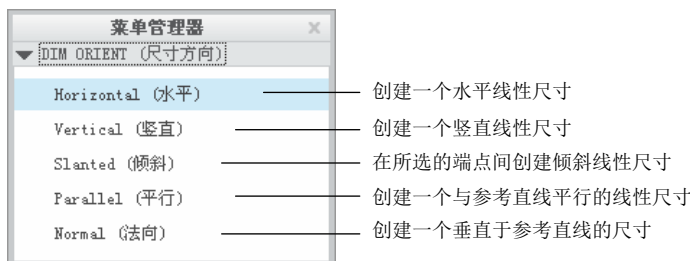

图 10.5.5 “尺寸方向” 菜单
Step5. 在图 10.5.5 所示的 **DIM ORIENT (尺寸方向)** 菜单中, 选择 **Horizontal (水平)** 命令, 创建水平方向的尺寸 (在标注点到点的距离时, 图 10.5.5 所示的菜单才可见)。